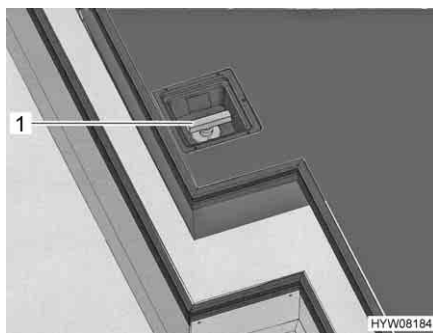

Fig. 90 Leva di comando del serbatoio delle acque grigie
La leva di comando (Fig. 90,1) per lo scarico delle acque grigie si trova nel garage di coda. Il tubo di scarico con collegamento per un tubo di gomma per lo scarico si trova sotto al veicolo.
- Aprire il rubinetto di scarico. A questo scopo ruotare la leva di comando (Fig. 90,1) del rubinetto di scarico di un quarto di giro. La leva di comando è posizionata verticalmente oppure nel senso della lunghezza rispetto al tubo di scarico. Le acque grigie fuoriescono.
- Dopo il deflusso completo delle acque grigie, richiudere il rubinetto di scarico. A questo scopo ruotare la leva di comando (Fig. 90,1) del rubinetto di scarico di un quarto di giro. La leva di comando è posizionata orizzontalmente oppure trasversalmente rispetto al tubo di scarico.